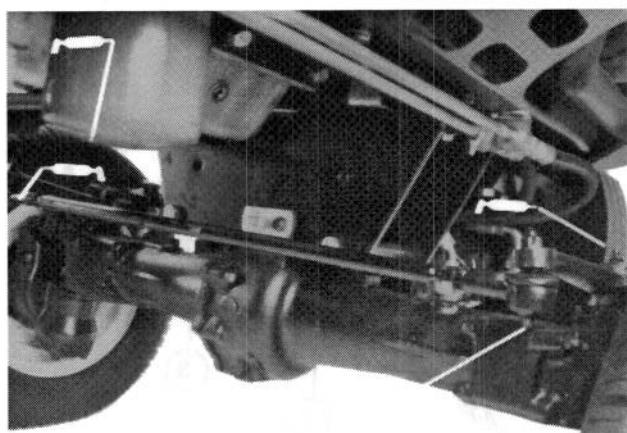

Figure 26
Machines à quatre roues motrices—ensembles barre d'accouplement (2), pivot central (1), joints d'essieu (2) (Fig. 26); extrémités cylindre (2) (Fig. 27).